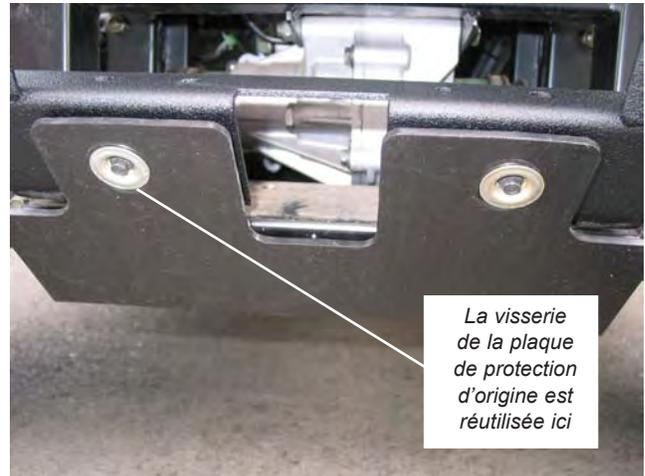

Figure 4
4. Si le véhicule est équipé d'une plaque de protection d'origine, comme l'illustre la Figure 4, rattachiez-la au pare-chocs avec la visserie d'origine. Une rondelle plate $\frac{1}{4}$ et un écrou de blocage M6 x 1.0 en nylon, fournis, seront requis de chaque côté de la surface arrière pour retenir la visserie. Serrez les fixations au couple de serrage recommandé de 10,8 Nm (8 pi-lb).